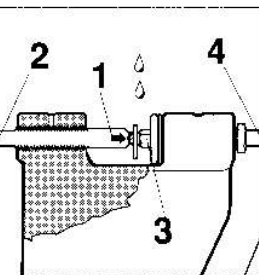

Abbildung 3
2. Richten Sie den Zahn oder das Verbindungsglied (Abbildung 3) mit dem Nietkopf (1) in der Mitte der Vertiefung (2) (Abbildung 3) aus.
3. Drehen Sie den Griff (2) so, daß die Niete (1) gegen den Kopf des Nietkegels (3) gepreßt wird.
4. Drehen Sie den Handgriff einige Male, um den Nietkopf auf dem Kopf des Nietkegels (3) auszurichten.